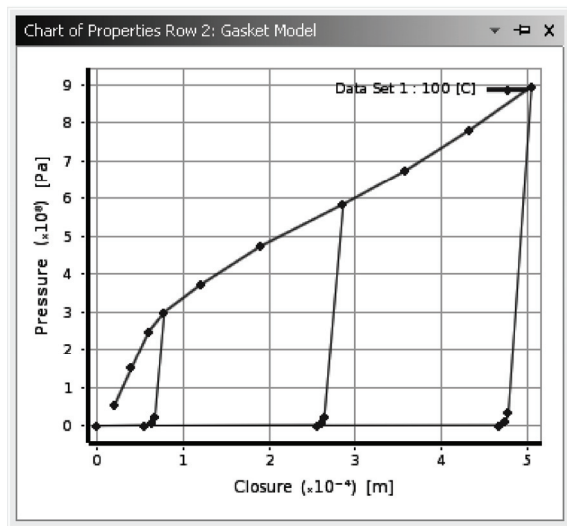

图 17-7 非线性卸载垫片材料特性曲线
7) 关闭 A2:Engineering Data, 返回到 Workbench 主界面, 材料添加完毕。添加的材料加载和卸载曲线如图 17-7 所示。